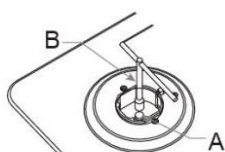

Рис. 9
2. Снимите детали горелки В и решетки (рис. 9).
3. Снимите форсунки А (рис. 9) с помощью торцевого ключа и замените их на соответствующие форсунки.